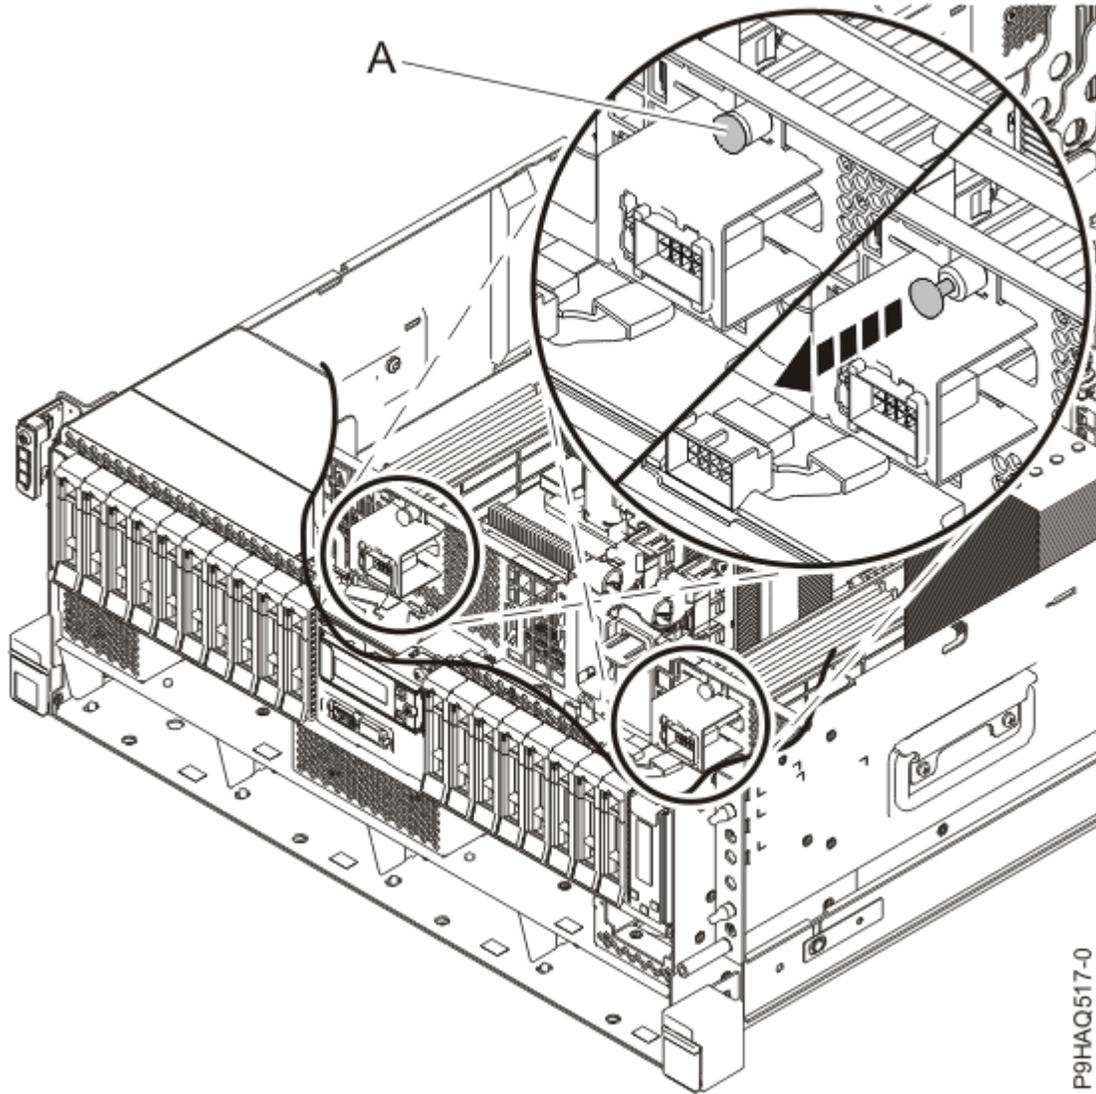
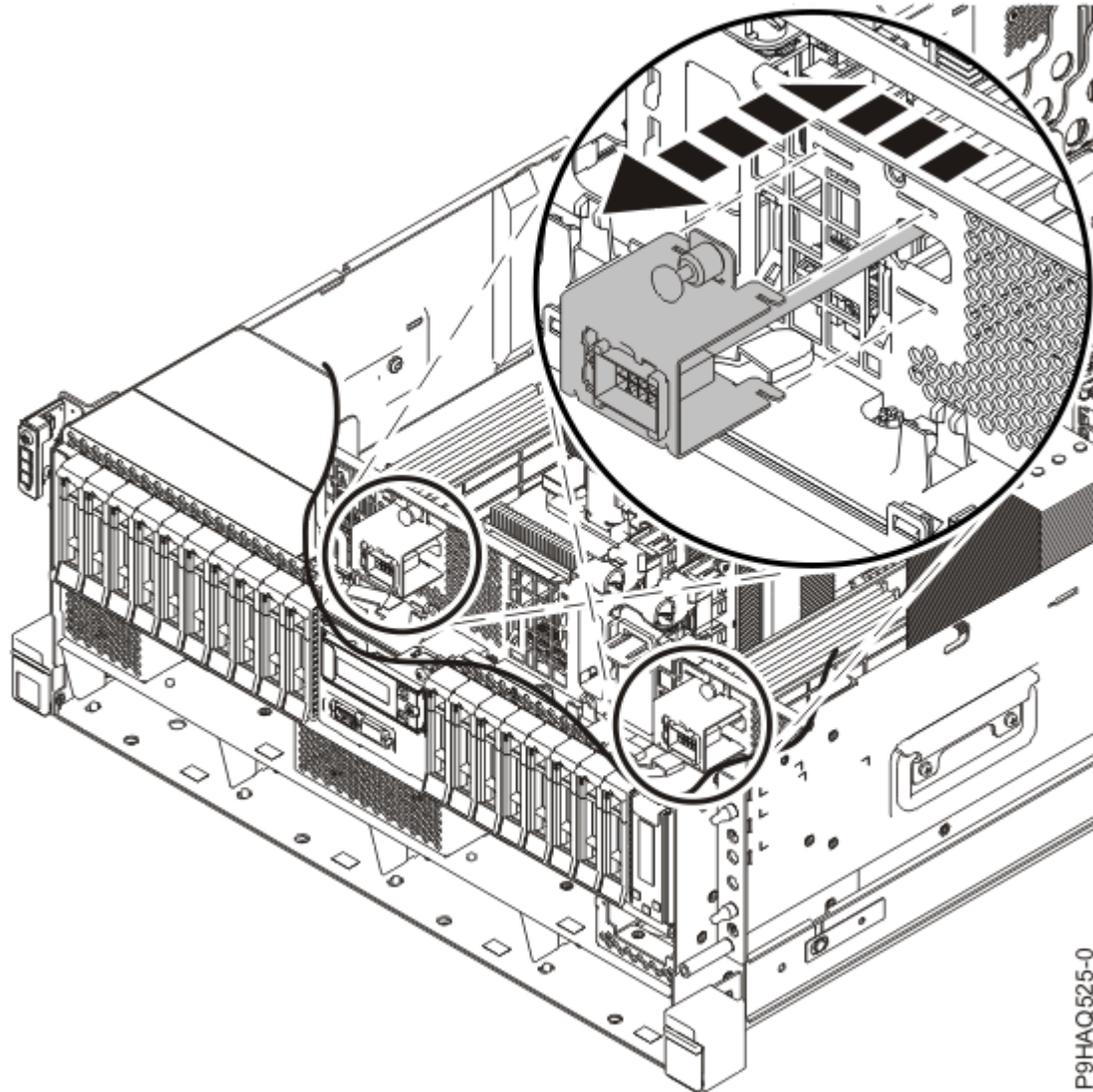

Abbildung 26. Lüftersockel von der Trennwand lösen
Abbildung 27. Lüftersockel an der Trennwand ausbauen
6. Lösen Sie den Lüftersockel von der Trennwand (siehe Abbildung 26 auf Seite 32 und Abbildung 27 auf Seite 33).